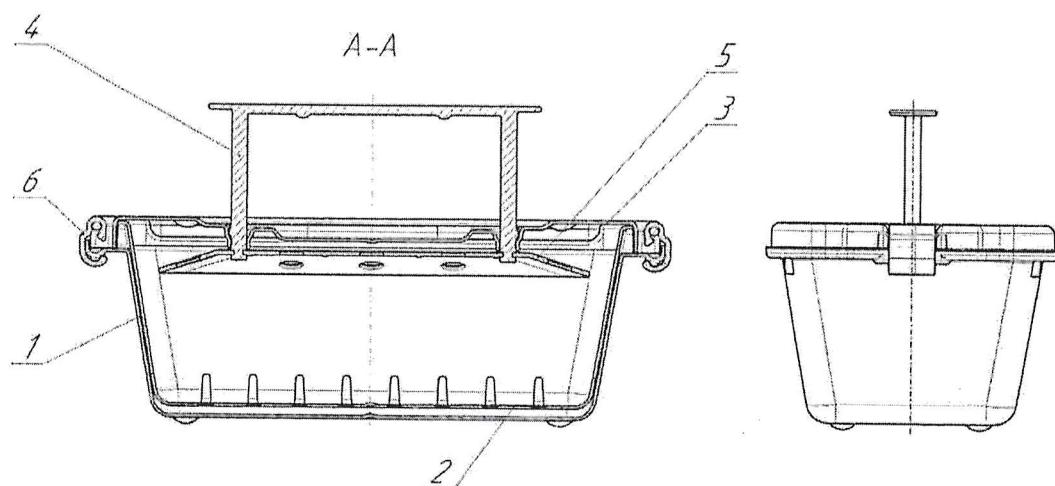

Рис.1 – Емкость-контейнер для дезинфекции, предстерилизационной очистки и химической стерилизации медицинских изделий ЕKD-01-3
1.4.1 Емкость-контейнер ЕКД-01-3 (рисунок 1) состоит из типовых составных частей – корпуса в виде емкости прямоугольной формы с бортиками сверху для удобства переноски (1), перфорированного поддона (2), крышки с защелками по бокам (3, 6), прижима с ручкой для погружения в раствор легких изделий (4, 5).